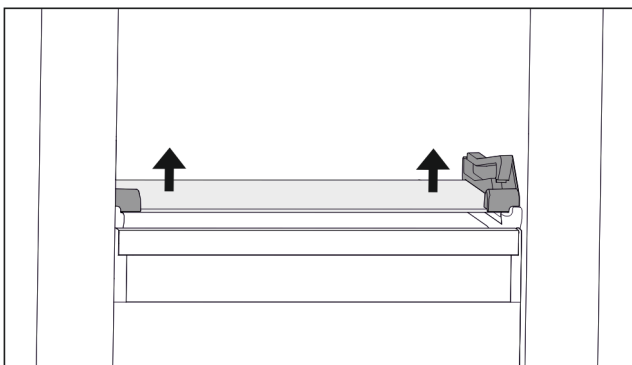

Fig. 70 Стеклопластина откидного выдвижного ящика
- ▶ Нажмите на стеклянную пластину снизу вверх с обеих сторон. (см. Fig. 70)